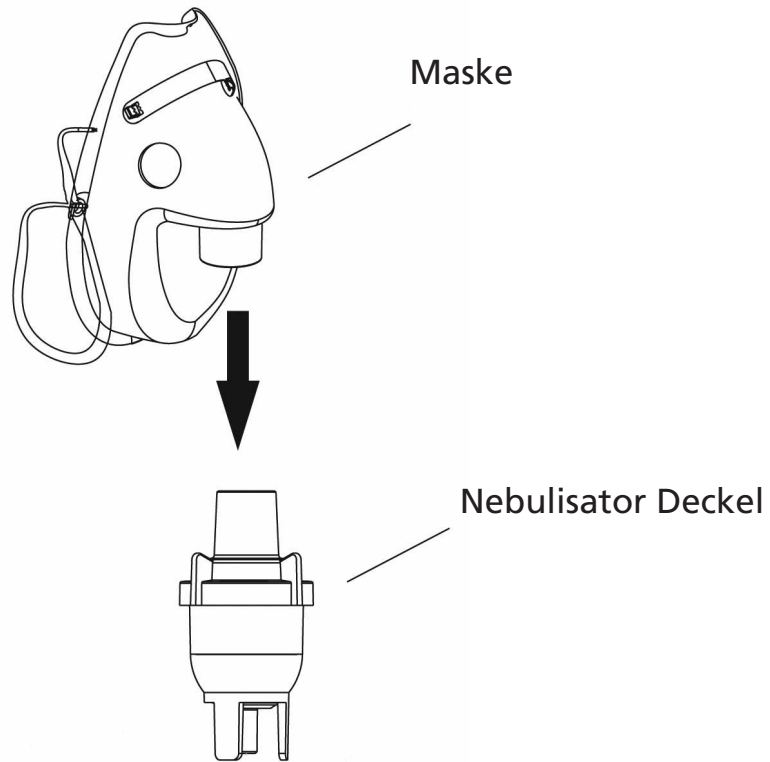

Bild 4
7. Wenn eine Maske eingesetzt wird, stecken Sie es an den Mundstück des Deckels des Nebulisators (Bild 4).